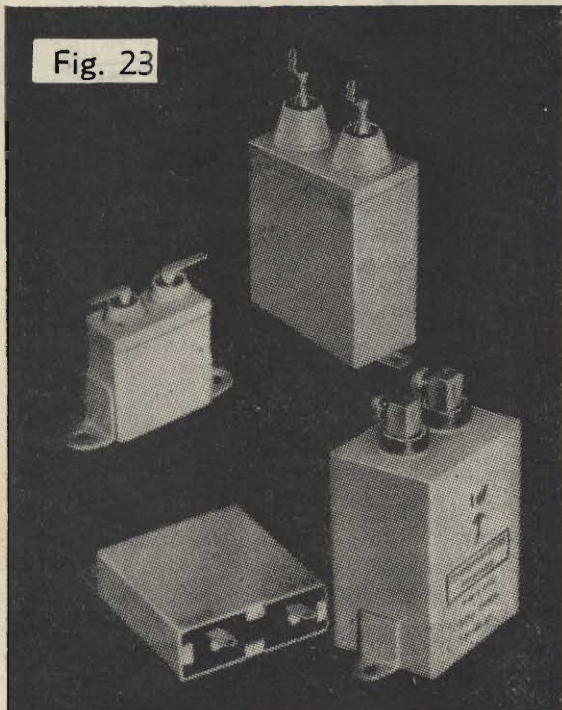

Fig. 23
*(« bicchieri ») di metallo e « miscelati », ossia vi viene versata sopra, fino a riempire il bicchiere, una speciale miscela isolante e protettiva a base di paraffina. Dalla scatoletta si lasciano sporgere in alto gli attacchi o collegamenti delle armature. Tali condensatori si trovano in commercio sotto la designazione di « condensatori a bicchiere » o « a blocco ». La fig. 23 ne esemplifica alcune forme costruttive.*